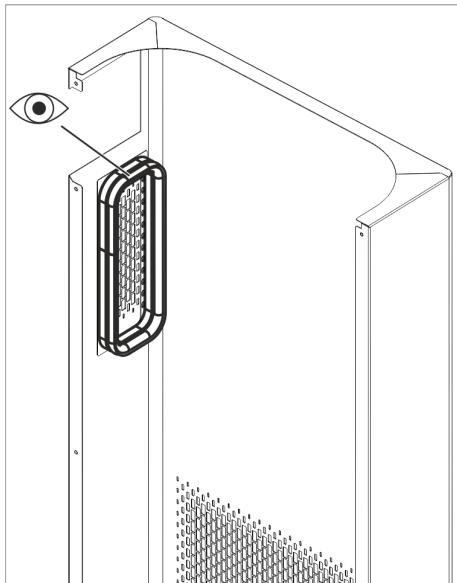

Fig. 80: Comprobación de la empaquetadura en la tubuladura de aire
- Compruebe si la empaquetadura en la tubuladura de aire presenta daños (consulte Fig. 80). Si encuentra daños, no ponga el equipo en funcionamiento y póngase en contacto con el servicio técnico de LAUDA.